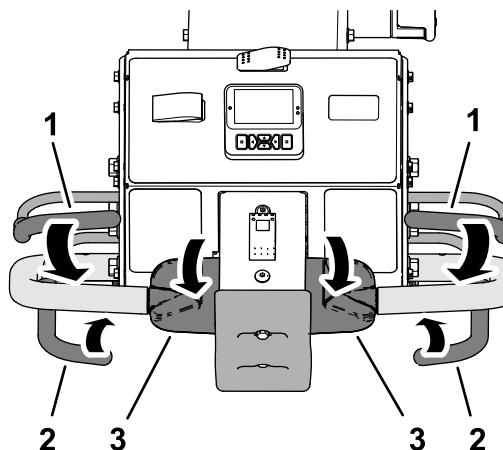

図 37
- どちらかのオペレータベイルをハンドルバーと共に握り込み、走行コントロールの上部を前方に回転させ、エアレーションベイルを握り込む図 37。